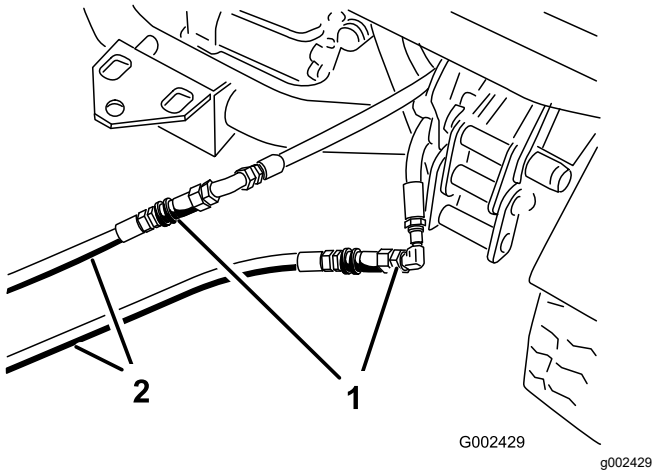

Figura 74
- Na máquina parada, ligue as duas mangueiras de ligação às mangueiras que foram desligadas (Figura 74).